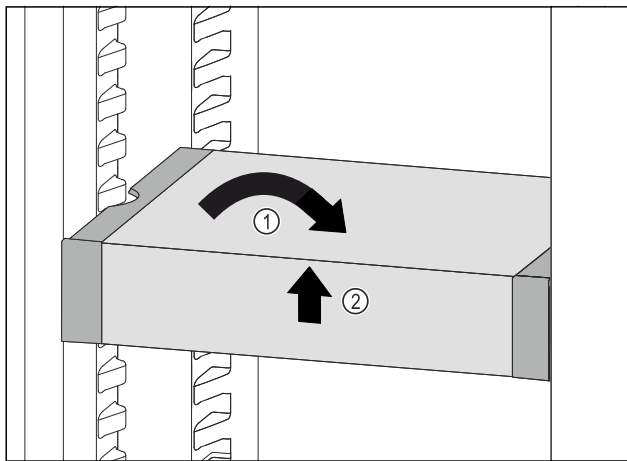

Fig. 158
- VarioSafe gerade stellen. Fig. 158 (1)
- VarioSafe vorne anheben. Fig. 158 (2)